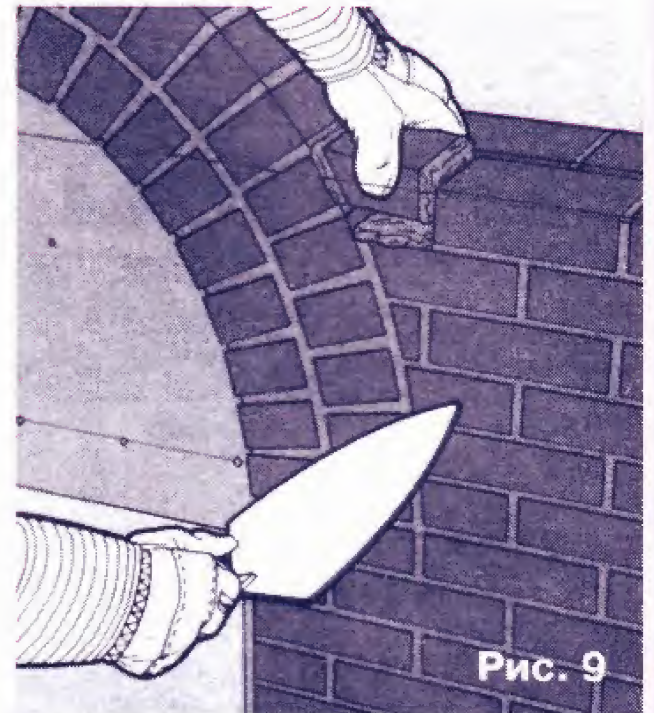

Рис. 9
7. Кладка стіни поверх арки (рис.9). Заповніть горизонтальні ряди кладки навколо арки; цеглини, що укладаються у стик з